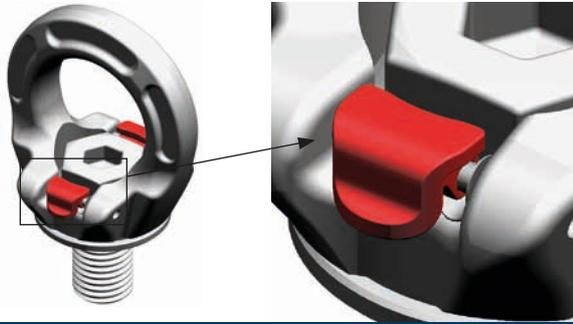

Bild 4: Stellung ‚B‘ – keine Berührung der Sperren mit der Schraube
- Klappen Sie nun die Sperren nach unten in Stellung ‚B‘ wie im Bild 4 ersichtlich. Auch in dieser Stellung werden die Sperren durch die Feder in Position gehalten. Stellen Sie vor dem Einhängen des Anschlagmittels sicher, dass sich die Sperren in Stellung ‚B‘ befinden und keine Berührung mit der Schraube haben